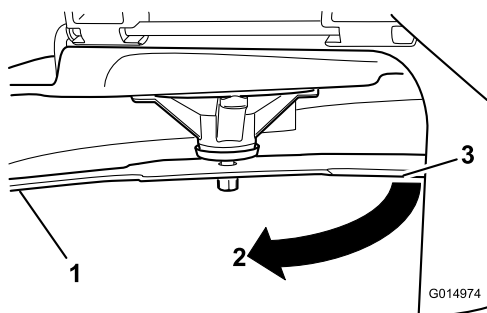

Bild 61
3. Zwischen Messer und Oberfläche gemessener Abstand (A)
4. Drehen Sie dasselbe Messer um 180 Grad, sodass die andere Schnittkante jetzt in derselben Stellung ist (**Bild 61**).